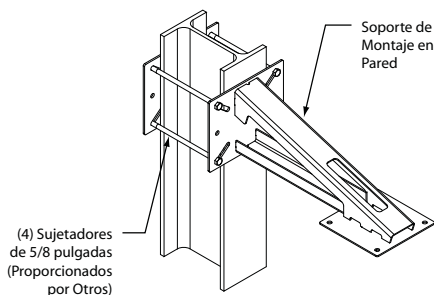

Figura 11 — Conexión del Soporte de Montaje en Pared
- Monte el Soporte de Montaje en Pared en una pared o una columna usando (4) sujetadores de 5/8 pulgadas (Grado 5 como mínimo, proporcionados por terceros) a través de la placa posterior como se muestra en la Figura 11. Apriete los sujetadores a 155,9 Nm (115 lb-pie).